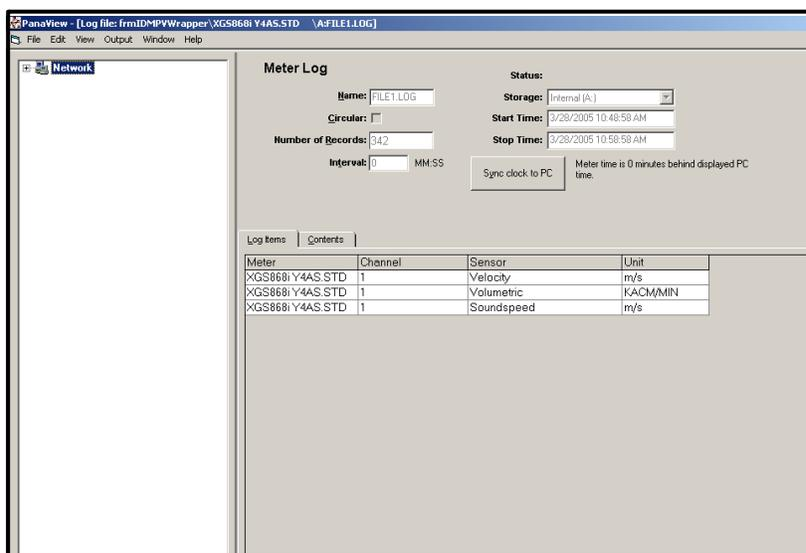

Figura 20: Ventana de datos de un registro de contador individual
- Haga doble clic en el registro deseado. Se abre una ventana para el registro individual, como se muestra en la Figura 20.
- Haga clic en la pestaña *Log Items* (*Elementos de registro*) (véase la Figura 20) para ver una lista de los parámetros especificados para el registro.